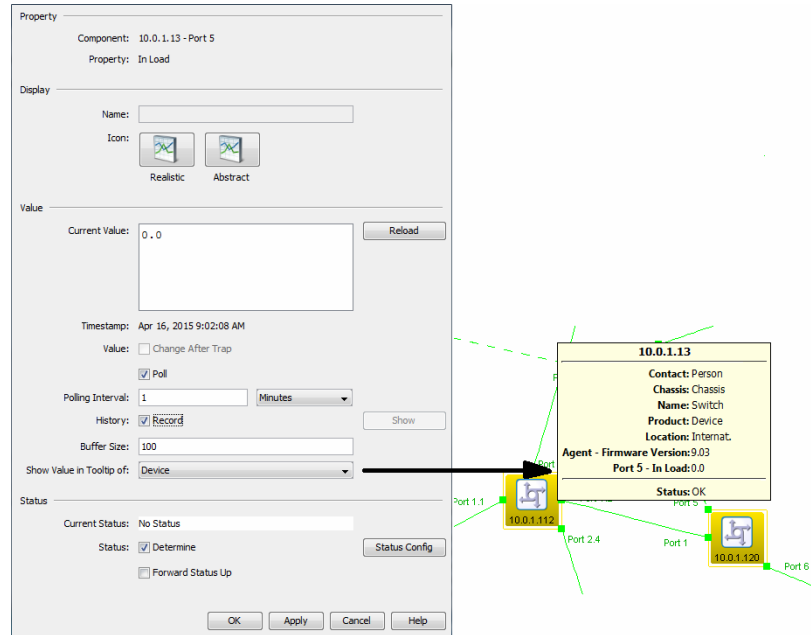

图 63: 详细设置的属性
- ▶ 要在上一级组件的气泡帮助中显示该值，请在 “在提示框内显示值 “ 下拉列表（参阅图 63）中选择该组件。